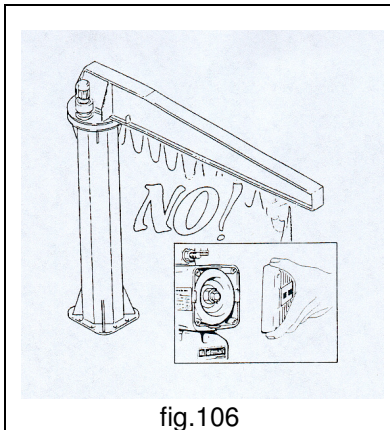

fig.106
- **MAI** modificare, starare le regolazioni dei dispositivi di sicurezza (finecorsa, limitatore di carico dispositivo a frizione, etc.) e/o provocare manomissioni alla gru o ai suoi componenti (fig.106).